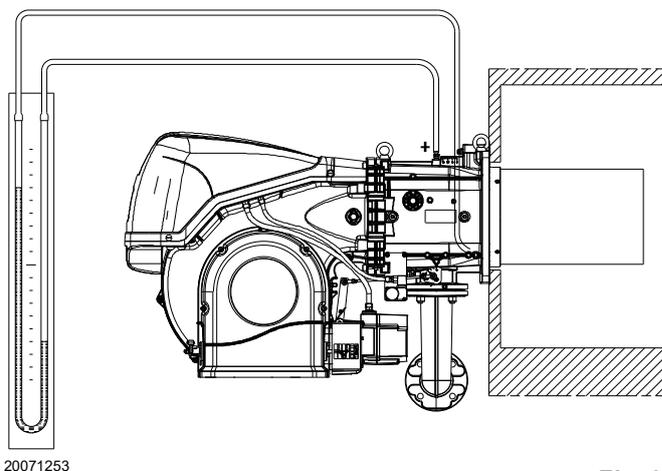

Fig. 23
- Montare un manometro a U o un manometro di tipo differenziale (Fig. 23), con presa (+) sulla pressione del gas del manicotto e (-) in camera di combustione. Serve a ricavare approssimativamente la potenza MAX del bruciatore mediante la Tab. I.
L'arrivo del gas al manicotto è evidenziato dal manometro ad U (Fig. 23).
A titolo orientativo può essere ricavata dalla Tab. I a pag. 24, basta leggere la pressione del gas sul manometro a U, vedi Fig. 23 a pag. 26, e seguire le indicazioni.